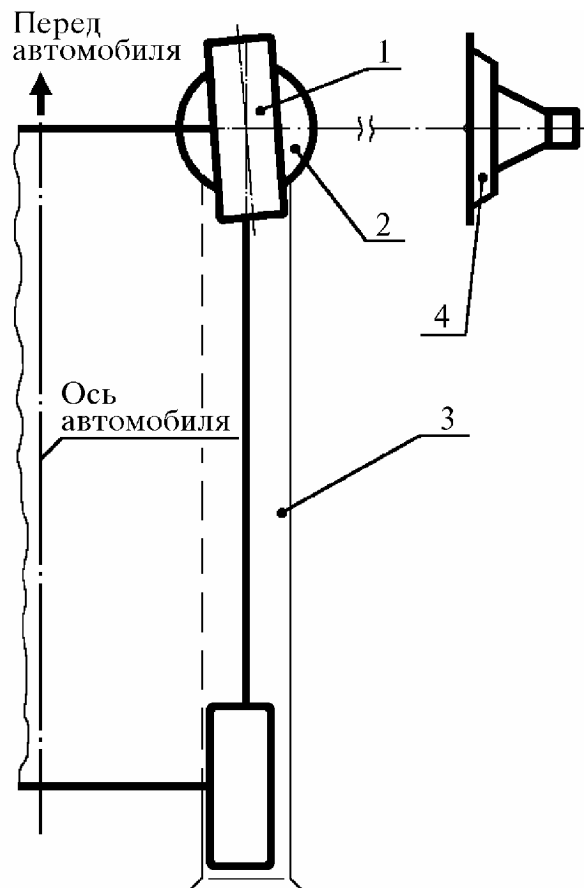

Рис. 3. Установка автомобиля на стенд:
3.9. Установить автомобиль так, чтобы его передние колеса 1 (рис. 3) находились в центрах поворотных кругов 2, а продольная ось автомобиля была параллельна направляющим 3.